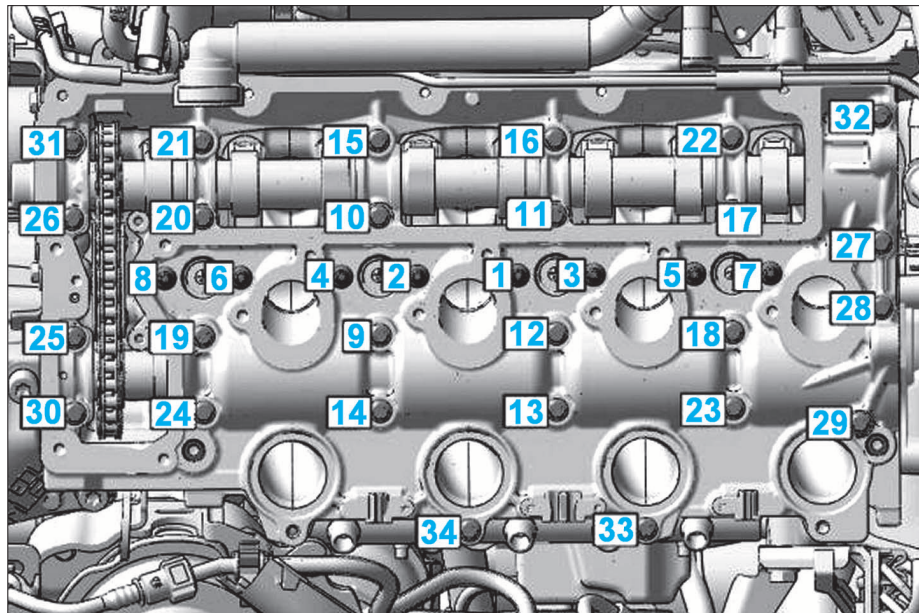

FIG. 69
- reposer le carter chapeaux de paliers d'arbres à cames. Approcher puis serrer progressivement les vis de fixation (de 1 à 34) à 0,5 daN.m puis 1 daN.m (Fig.69).